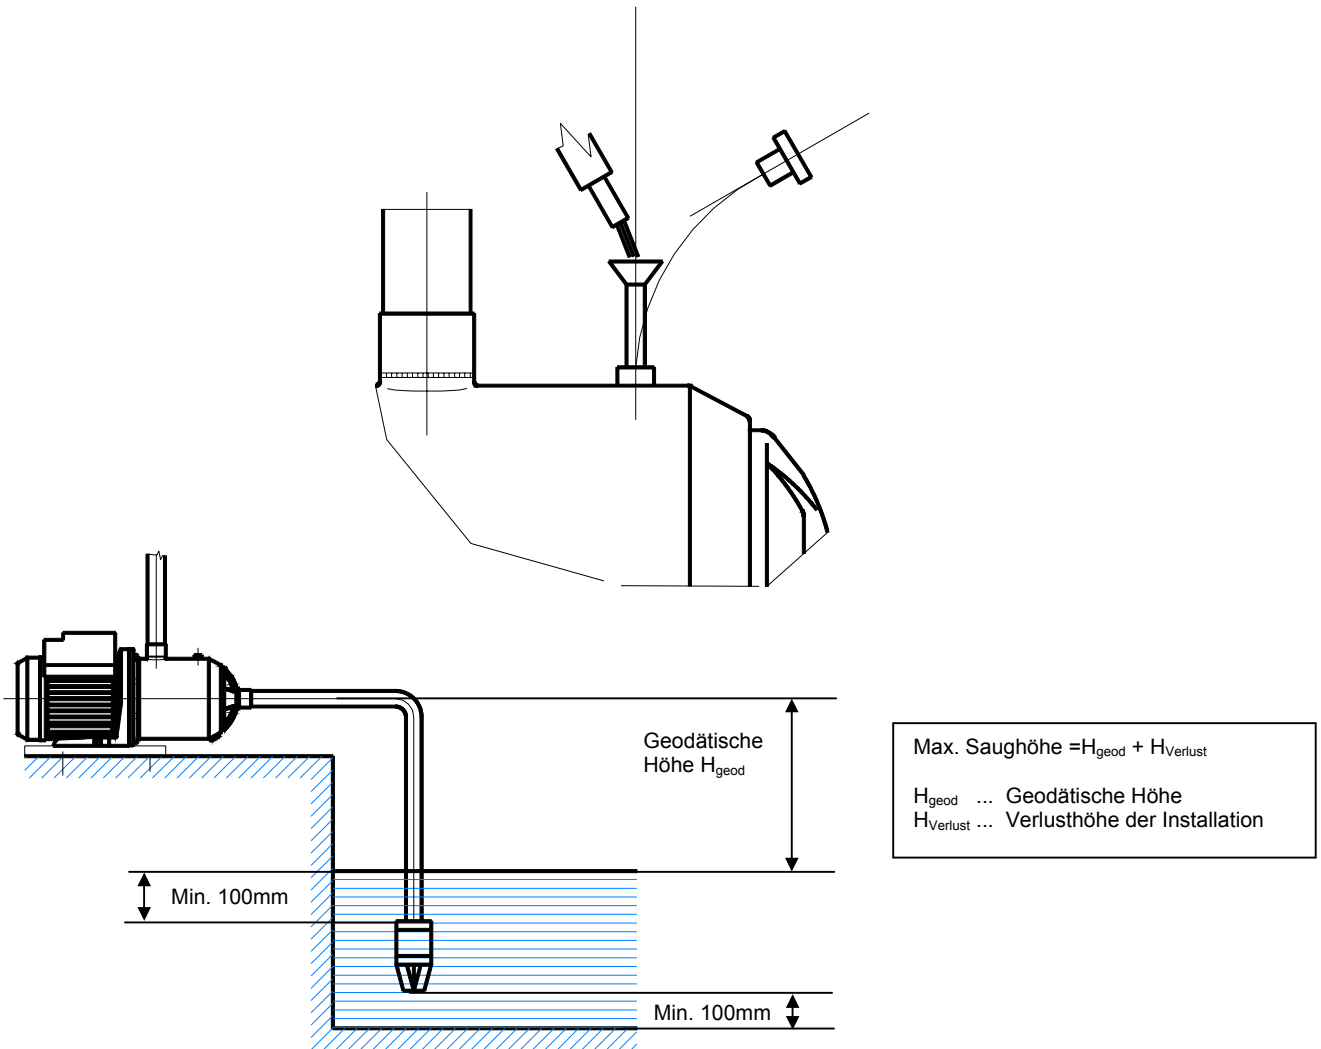

Bild 8: Befüllen der Wilo-MultiCargo Pumpen
- Zum Entlüften der Pumpe muß nach Bild 8 die Einfüll-/Entlüftungsschraube gelöst werden. Anschließend muß mit einem Trichter die Pumpe durch die Einfüllöffnung mit Wasser gefüllt und danach wieder verschlossen werden.